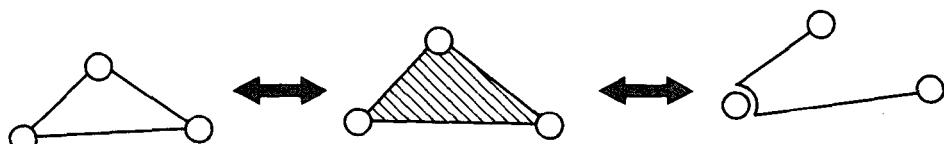

图 2-5 三角形构件
④ 三角形构件。三角形构件按一个构件计算(如图 2-5 所示)。